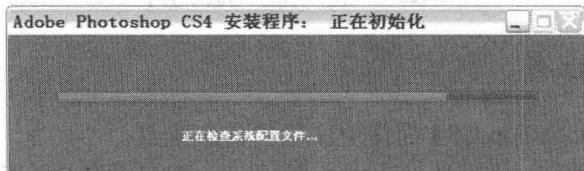

图 1-1 Adobe Photoshop CS4 安装程序初始化界面
(1) 将 Photoshop CS4 简体中文版的安装光盘装入 CD-ROM 驱动器,双击驱动器图标,将弹出如图 1-1 所示的 Adobe Photoshop CS4 安装程序初始化界面。如果计算机的软件环境有光盘自动播放功能,当把 Photoshop CS4 简体中文版的安装光盘装入 CD-ROM 驱动器时,就会自动出现安装向导。